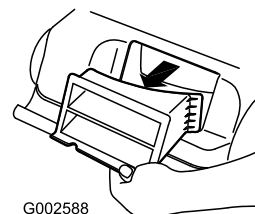

Figure 20
2. Retirez l'obturateur de l'éjecteur arrière (Figure 20).